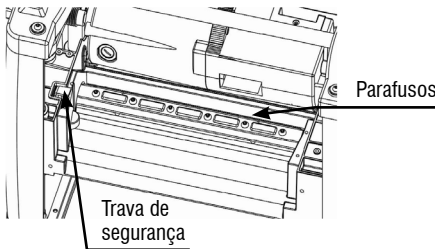

Fig. 15 – Removendo as lâminas
- Com cuidado, gire o cabeçote de corte até que o mesmo esteja travado. Caso não seja possível soltar os parafusos, aperte a trava de segurança e gire o cabeçote de corte até que seja possível soltar os parafusos (Fig. 15);